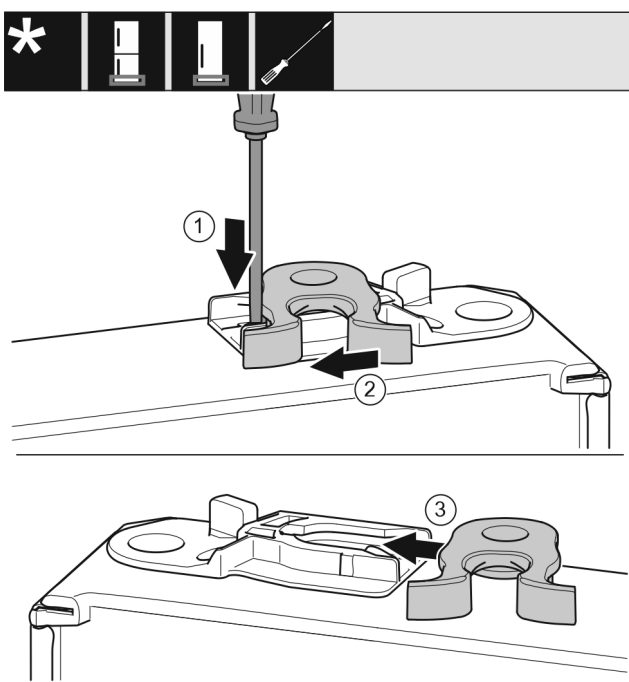

Fig. 16
- Nyomja le a fedőlemezt csavarhúzóval. Fig. 16 (1)
- Húzza ki a záróhorgot a vezetősínből. Fig. 16 (2)
- Tolja be a záróhorgot a vezetősínbé a másik oldalra. Fig. 16 (3)